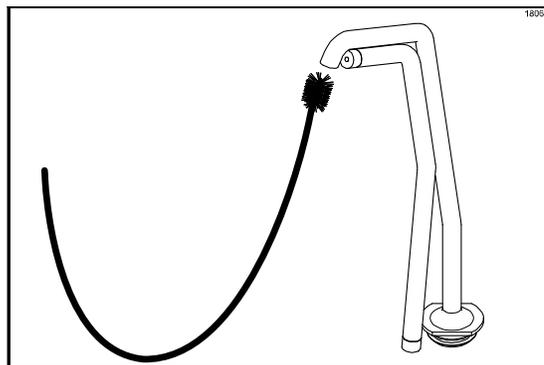

図81
2. ディスチャージチューブの先端から黒いブラシを差し込み、ブラシを上下に動かして先端をこすり洗います(図81を参照)。